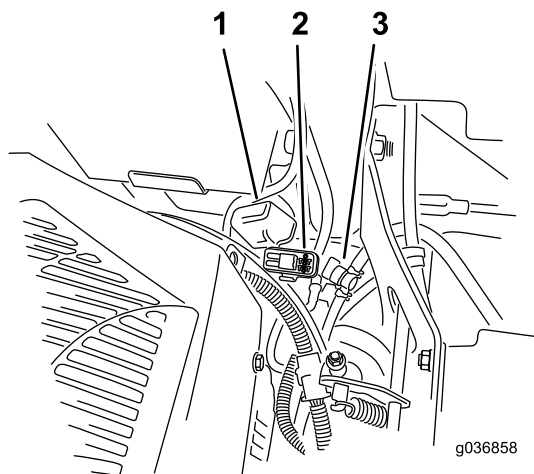

Рисунок 55
Примечание: На машинах с системой подвески MyRide убедитесь в том, что кабель заземления не может тереться о продольный рычаг подвески или нижнее крепление амортизатора (Рисунок 55).
Предохранители расположены на правой консоли рядом с сиденьем (Рисунок 55).
2. Установите новый предохранитель (Рисунок 55).